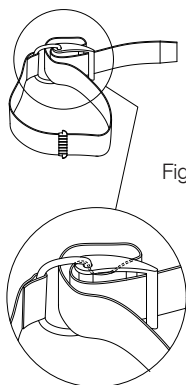
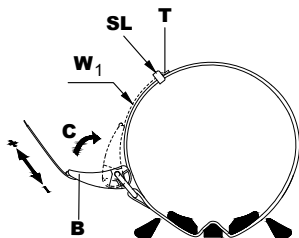

Fig. 2-4
Fig. 2-7
1. Rotiți catarama până când se fixează în poziția deschisă. Glisați cureaua în jurul cataramei de plastic după cum se arată în figură (Fig. 2-4), udați cureaua înainte de a o fixa în poziție pe rezervor și reglați lungimea (Fig. 2-7).